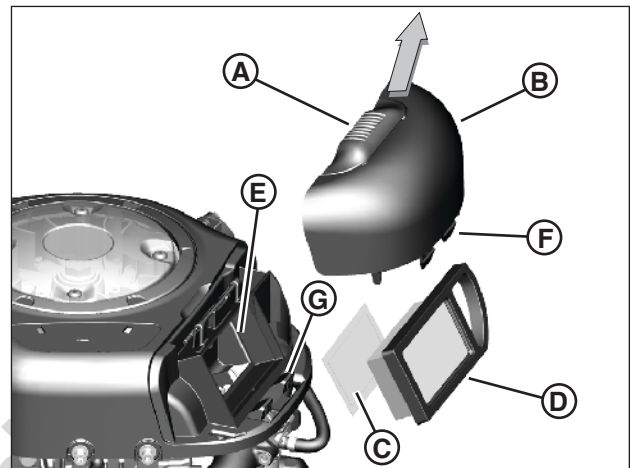

Figure 25: Filtre à air (plat)
1. Tirer sur la poignée du couvercle (A, Figure 25). Faire tourner la poignée du couvercle vers le moteur et retirer ensuite le couvercle (B).
2. Retirer le dépoussiéreur (C), si la machine en est équipée, et le filtre (D).
5. Remonter le dépoussiéreur une fois sec et le filtre dans la base du moteur (E).
6. Aligner les languettes (F) sur le couvercle avec les fentes (G) du boîtier de soufflante. Faire tourner le couvercle et le pousser vers le bas pour le remettre en place.